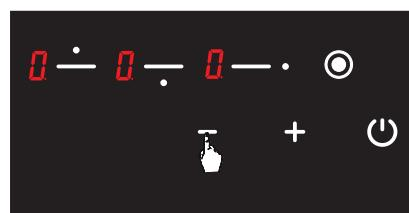

Рис. 22
3. Знову натисніть кнопку **-** (Див. рис. 22). Цю дію необхідно здійснити одразу після другого кроку. Функцію захисту від дітей вимкнено в постійному режимі. Іншими словами, після вимикання та повторного вимикання пристрою функція захисту від дітей залишається вимкненою.